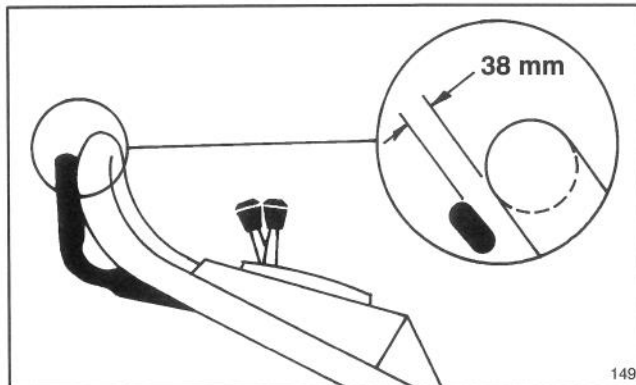

Figure 23
2. **REGLAGE** (Fig. 23)—Tournez la molette de contrôle d'un demi-tour dans le sens des aiguilles d'une montre si la tondeuse ne se propulse pas. Si la tondeuse rampe vers l'avant, tournez la molette d'un demi-tour dans le sens contraire des aiguilles d'une montre pour desserrer la courroie.
3. VERIFICATION DU REGLAGE—Tirez lentement la tondeuse en arrière en serrant progressivement la barre de commande sur le guidon. Le réglage est satisfaisant quand les roues arrière s'arrêtent de tourner et que la barre de commande est à environ 1-1/2" (38 mm) du guidon (Fig. 23).